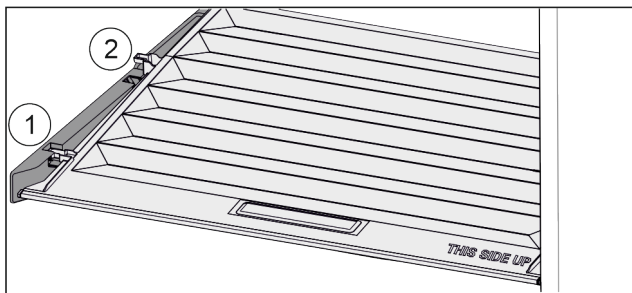

Fig. 44
- Кришку до отвору в деталях для підтримки потягнути вперед Fig. 44 (1).
- Підняти ззаду знизу та вийняти Fig. 44 (2) вгору.